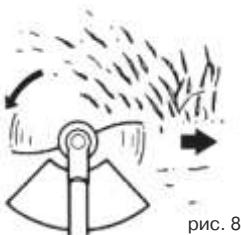

рис. 8
3. Нажмите на рычаг газа (рис.8), зажав фиксатор и плавно переведите выключатель в положение «I». После этого рычаг газа зафиксируется.
1. Держите бензокосу во время работы таким образом, чтобы косильная головка не касалась постоянно земли. Рис. 8.